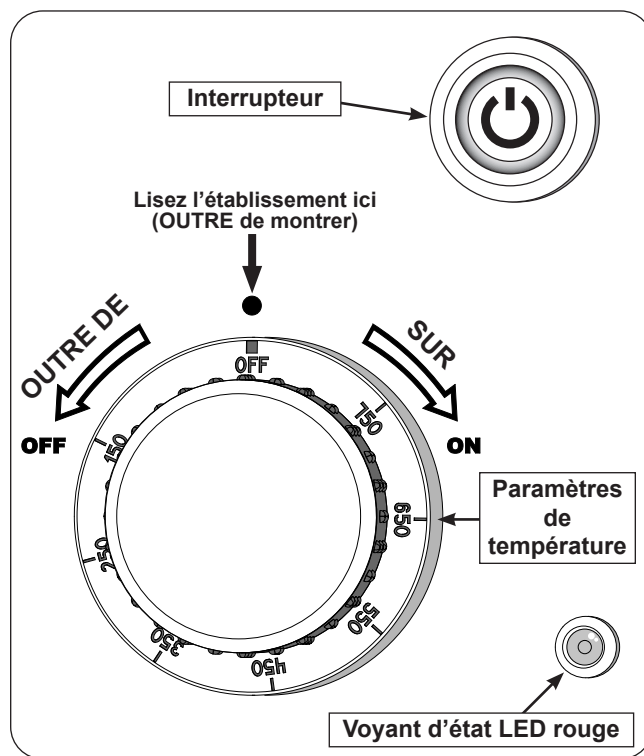

Fig. 30-1 Composants d'allumage
3. Allumez le gaz à sa source. Appuyez ensuite sur l'interrupteur d'alimentation (voir Fig. 30-1).
Pour votre commodité et votre sécurité, lorsque le système d'allumage allume l'appareil ET lorsque les brûleurs sont allumés, le voyant d'état à DEL rouge s'allume (voir fig. 30-1).